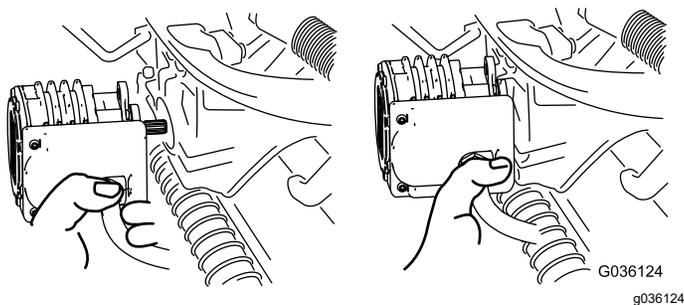

図 55
- 外したモータは、サスペンションアームの前方にある一時保管位置にセットしておく 図 55。